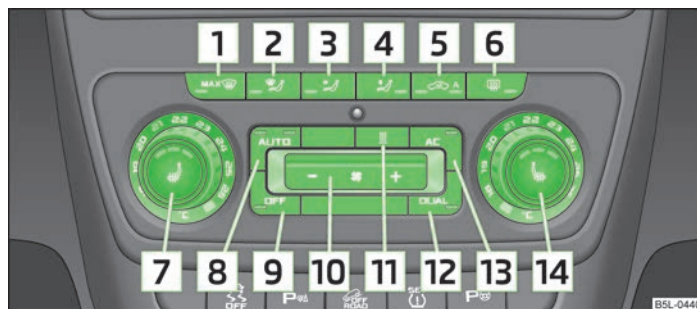

Fig. 91 Climatronic: Elementos de mando
- 13 » fig. 91 de la página 89 conectado.
- Pulsar la tecla 8 » fig. 91 de la página 89.
- > Pulsar la tecla (AUTO) [8] » fig. 91 de la página 89. En la esquina superior derecha o izquierda se enciende un testigo, siempre en función del último servicio seleccionado.
- > Pulsar la tecla (AC) » fig. 91 de la página 89. En la tecla se encenderá el testigo de control.
- > Pulsando de nuevo la tecla (AC) se desconectará el sistema de refrigeración. Se apagará el testigo de control en la tecla. Activada queda únicamente la función aireación, en la que no se consigue una temperatura inferior a la de la temperatura exterior.
- > Después de conectar el encendido, se puede ajustar la temperatura para ambos lados con el regulador giratorio [7] » fig. 91 de la página 89.
► Pulsar repetidamente la tecla  **5** » fig. 91 de la página 89 hasta que se encienda el testigo del lado izquierdo de la tecla.
- Si se empaña el parabrisas, pulsar la tecla  **1** » fig. 91 de la página 89. Cuando el parabrisas se haya desempañado, pulsar la tecla **AUTO**.
► Pulsar de nuevo la tecla  » fig. 91 de la página 89 en el lado izquierdo (reducir el número de giro del ventilador) o bien en el lado derecho (aumentar el número de giro del ventilador).
► Pulsar la tecla  **1** » fig. 91 de la página 89.
► Pulsar la tecla  **11** » fig. 91 de la página 89.
► Pulsar de nuevo  **1** » fig. 91 de la página 89 o la tecla **8** **AUTO**.
► Pulsar de nuevo la tecla  **11** » fig. 91 de la página 89.